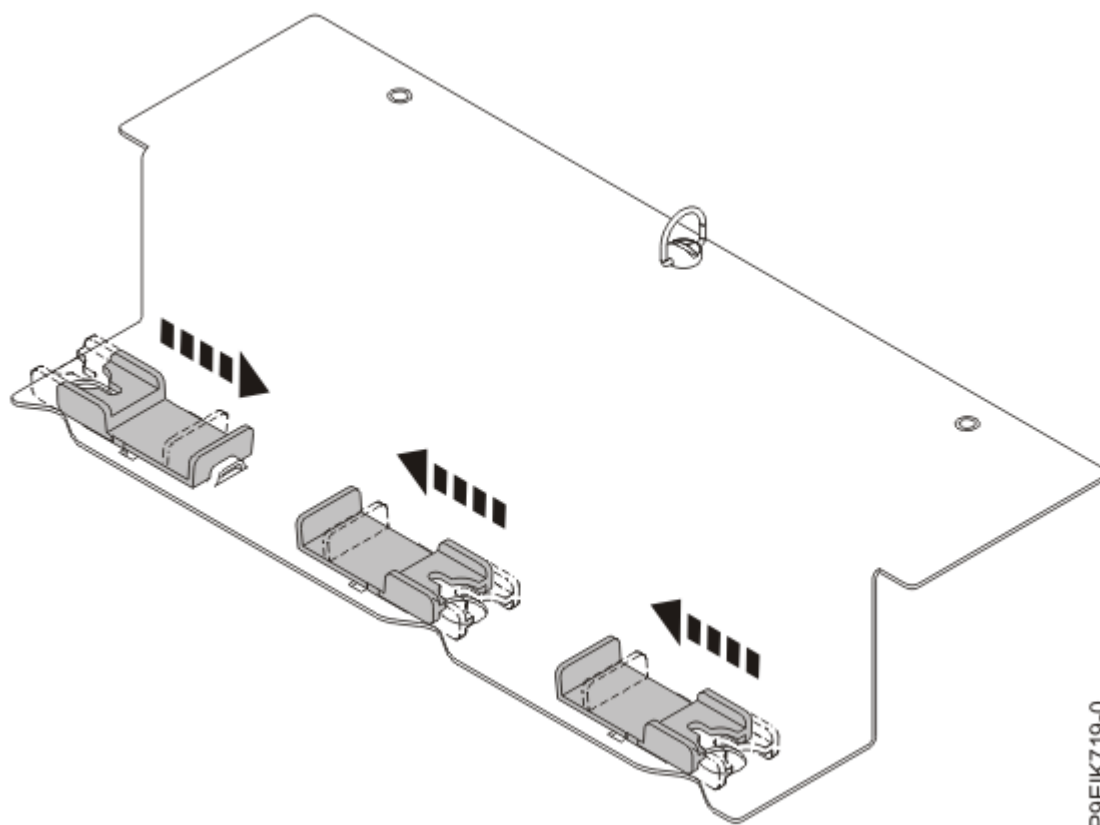

Figure 21. Ouverture des loquets de pince de processeur graphique
- a) Vérifiez que les loquets en plastique sont en position ouverte sur la pince de la plaque froide de processeur graphique, comme illustré dans la Figure 21, à la page 25.